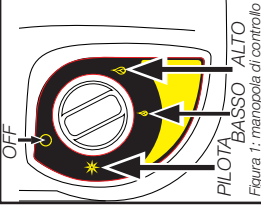
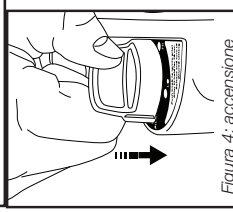

Figura 1: manopola di controllo
Figura 4: accensione
- Assicurarsi che la Manopola di controllo a quattro posizioni sia in posizione "OFF" ☐ : vedere Figura 1.
- Ruotare la manopola di controllo in senso antiorario fino alla posizione "PILOTA" ✱ e premere per accendere; vedere Figura 1 e Figura 4.
- Dopo che la formella del bruciatore è diventata arancione vivo, regolare l'uscita di calore girando la manopola di controllo nella posizione desiderata (impostazione "BASSO" ☐ o "ALTO" ☐) Figura 1.